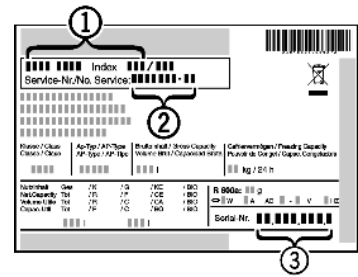

Fig. 17
- Наименование устройства, Fig. 17 (1), сервисный № Fig. 17 (2) и серийный № Fig. 17 (3) считайте с заводской таблички. Заводская табличка находится внутри устройства слева.
- Обратитесь в сервисную службу и сообщите вид неисправности, наименование устройства, Fig. 17 (1), сервисный № Fig. 17 (2) и серийный № Fig. 17 (3).